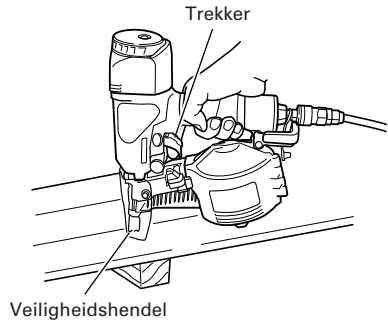

Afb. 5
- (2) Laad de spijkers in de geleider. Trek de spijkerrol een stukje uit het magazijn. Steek de eerste spijker in het drijfgat en de tweede spijker tussen de twee palletjes van de toevoer. Breng de spijker zo in dat de kop van de spijker in de geleideguleuf past. (Afb. 5)